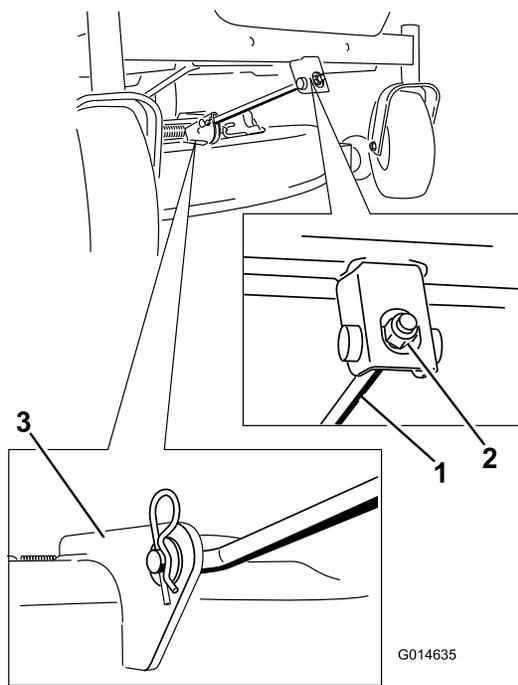

図 76
5. 前サポートロッドについているヘアピンコッターを抜き取り、デッキブラケットからロッドを取り外す 図 76。
8. 前部のサポートロッドをデッキに取り付け、クレビスピンとヘアピンコッターで固定する 図 76。